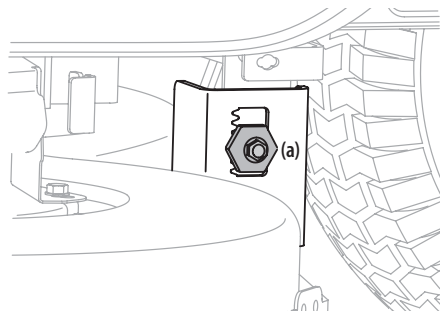

Figure 28
- Un boulon de réglage se trouve sous chaque aile arrière, près des roues. Voir Figure 28.
- Desserrez le boulon (a) fixé au support gauche du plateau de coupe, sans le retirer. Voir Figure 28.
- Serrez le boulon (a) du support gauche du plateau de coupe une fois l'ajustement désiré atteint. Voir Figure 28.